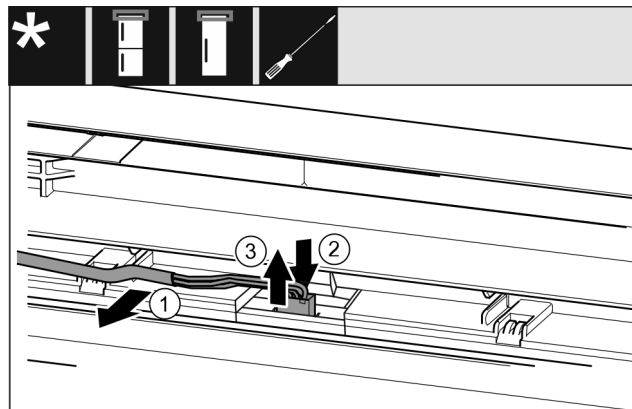

Fig. 24 Réfrigérateurs-congérateurs / congérateurs / réfrigérateurs*
- Désolidariser avec précaution le câble Fig. 24 (1) du guide dans la porte.*
- Pousser la languette Fig. 24 (2) derrière le connecteur vers l'arrière.*
- Retirer avec précaution le connecteur Fig. 24 (3) par le haut.*